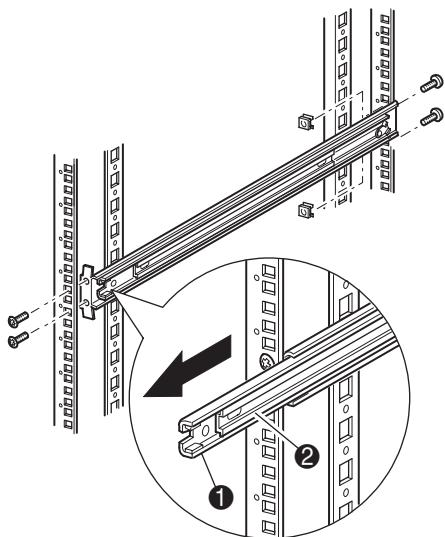

Abbildung 13 Einbauen der Schienen
3. Setzen Sie die beiden Clipsmuttern (an den Stellen, die Sie zuvor mit der Schablone markiert hatten, zwei Löcher oberhalb der Löcher für die oberen Schrauben der Halterung) in die vorderen vertikalen Rack-Schienen ein (Abbildung 13).